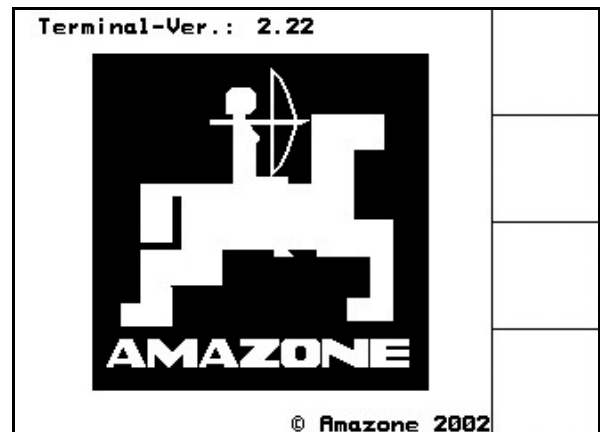

Fig. 34
- Con ordenador de máquina conectado aparece el menú de inicio (Fig. 34) con la versión de terminal (aquí Versión de terminal: 2.22). Luego de aprox. 2 segundos el **AMATRON+** salta automáticamente al menú principal.